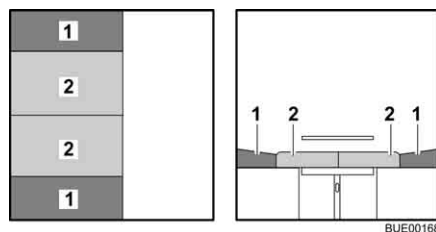

Fig. 71 Après la transformation
- Tirer les coussins d'assise (Fig. 71,2) vers le centre.
- Placer les coussins de dossier (Fig. 71,1) entre les coussins d'assise et la cloison.